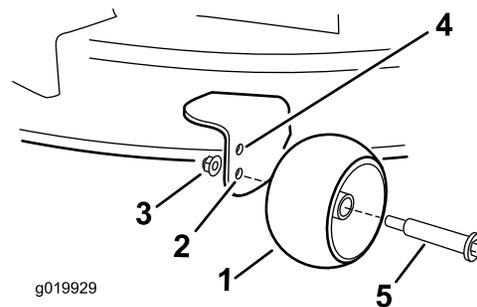

Figura 29
dell'altezza di taglio pari o inferiori a 63 mm (Figura 29).
- Foro inferiore: utilizzate questa posizione con il piatto di taglio nelle posizioni dell'altezza di taglio pari o superiori a 76 mm (Figura 29).